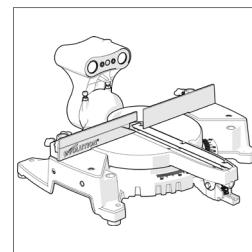

Fig. 1a
- Baza și gâtul conic. (**Fig. 1a**)